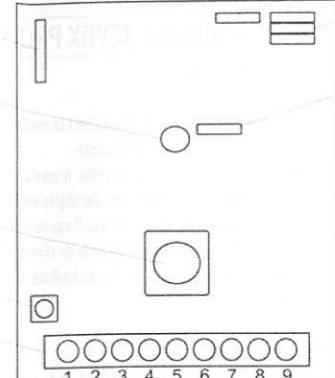

Fig. 2:
- Verbinden Sie die Drähte mit den Anschlussklemmen (Fig. 2).
- Attach the wires to the connection terminal (Fig. 2).